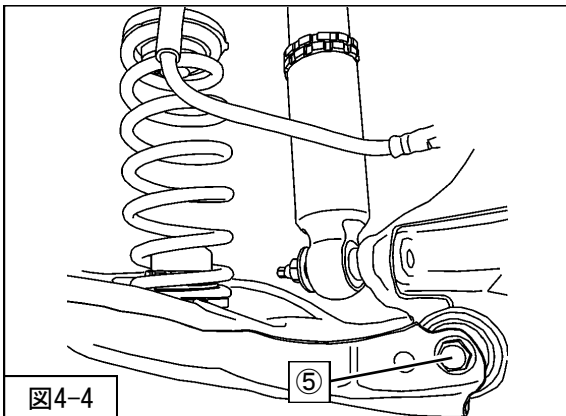

図4-4
を車両に取付けてください。(図4-4)
5. ジャッキ等で支えながら、ロアアームが水平になるまで荷重を掛け、⑤ロアアーム取付ボルト・ナット(締付トルク: 86~105N・m)を取付けてください。(図4-4)